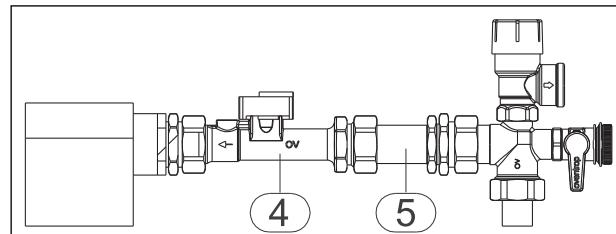

Fig. 2: Montage capteur de débit Vortex
- Remplacer le circulateur primaire «Wilo RS» (pos. 1) par le circulateur «Wilo-Yonos PARA» en respectant le bon sens de circulation (vers le bas).
- Dévisser la sonde de température (pos. 2) et la remplacer par la sonde de température livrée.
- Démonter la roue à ailettes du capteur de débit (pos. 3). Monter le capteur de débit Vortex livré (pos. 4) avec le manchon (pos. 5) comme indiqué sur la fig. 2.